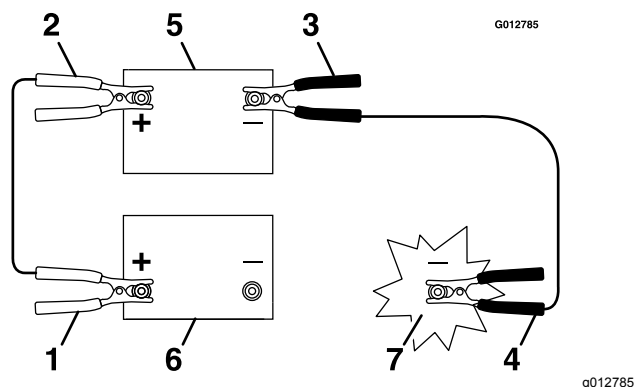

Bild 42
4. Schließen Sie an der Maschine mit entladener Batterie das andere Ende des negativen Starthilfekabels an den Motorblock an, und zwar an einer Stelle, die von der Batterie und den Antriebsriemen entfernt ist (**Bild 42**).
1. Schließen Sie das positive Überbrückungskabel - rot (+) - an den positiven Batteriepol der entladenen Batterie an, wie in **Bild 42** dargestellt.
2. Trennen Sie das Minuskabel vom Motorblock ab (**Bild 42**).
3. Trennen Sie das Minuskabel von der entladenen Batterie ab (**Bild 42**).
4. Trennen Sie das Pluskabel von der Zusatzbatterie ab (**Bild 42**).
5. Trennen Sie das Pluskabel von der entladenen Batterie ab (**Bild 42**).
2. Schließen Sie das andere Ende des Pluskabels an den Pluspol der Zusatzbatterie an (**Bild 42**).